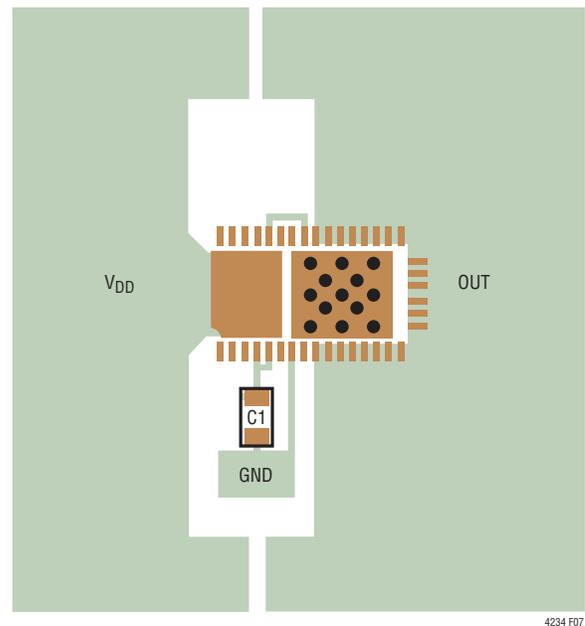
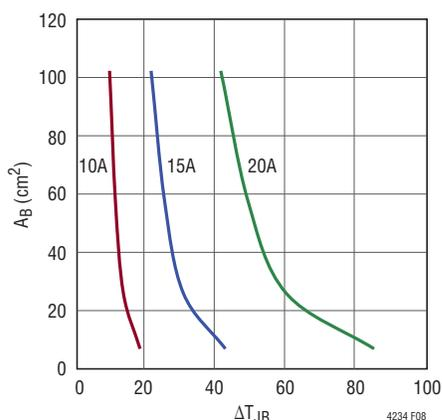
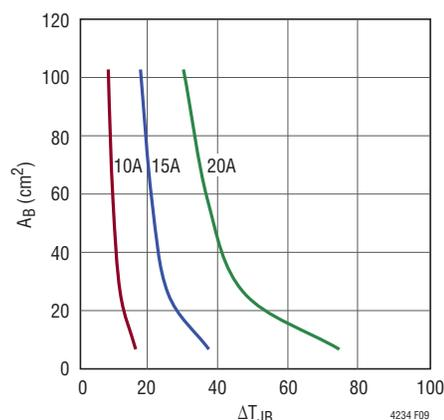

図 7. 推奨レイアウト
図8. SENSEパッドが小さい場合の温度上昇
図9. SENSEパッドが大きい場合の温度上昇
入力電源を、ピン 1 とピン 38 の間を通る PCB トレースを使用して V_{DD} 露出パッドに接続する必要があります。 V_{DD} パッドを、検出抵抗と MOSFET に接続します。パッケージの両側にある 2 つの V_{DD} (NC) ピン (6、33) は、テスト専用であるため、未接続のままにする必要があります。同様に、両側にある 2 つの SENSE ピン (8、31) は、テスト用、および (ピン 34 をピン 31 に接続して) SENSE $^-$ ピンを駆動するために使用されます。LTC4234 の推奨レイアウトを図 7 に示します。
負荷電流が10A、15A、および20Aの場合の、静止空気でのLTC4234の接合部温度上昇を、図8と図9の曲線で示します。この温度上昇は、基板面積が6.45cm²から103cm²まで増えるにつれて低下します。これら2つの図は、SENSEパッドの面積がそれぞれ異なっています。
この熱テストボードでは、図7のように2オンスの銅をトップ層でV_{DD}とOUTのトレースの間で均等に分割して使用しています。第2層は、1オンスの銅であり、ビアを介してトップ層のSENSEパッドに接続されます。第2層については、2つのバージョンが検討されています。1つのバージョンでは、トップ層のビアのみをカバーする最小サイズのSENSEパッドを使用し、第2層の残りの部分を空にします(図8を参照)。もう1つのバージョンでは、SENSEに接続した銅で第2層を満たします(図9を参照)。第3層はグラウンドに接続された銅であり、ボトム層はいくつかの信号トレースを除いてグラウンドに接続された2オンスの銅です。